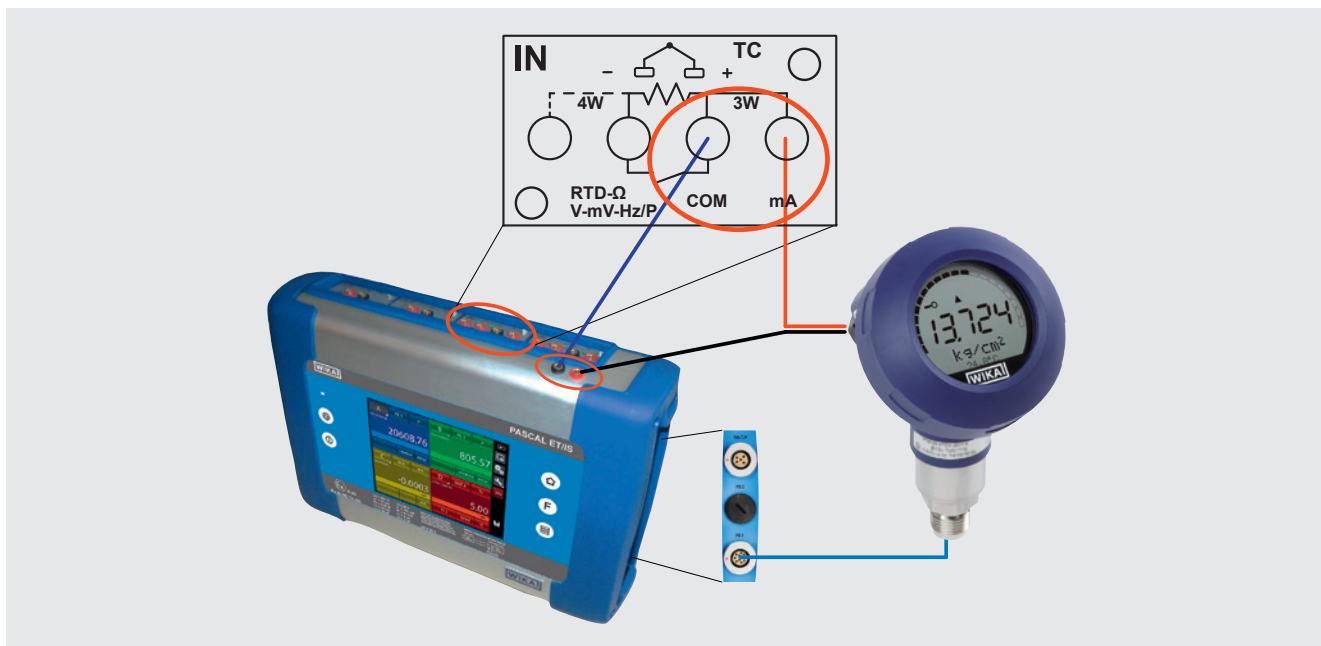

Fig. 88 - Ejemplo de calibración de un transmisor de presión
- Establezca las conexiones, como se indica en Fig. 88 „Ejemplo de calibración de un transmisor de presión“.